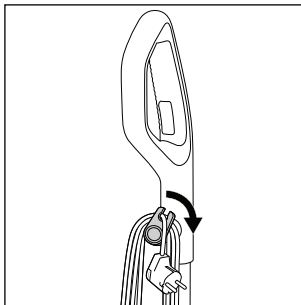

Fig. 16
- ♦ Desenrolle el cable de red **17** completamente del enganche superior e inferior del enrollables **16/20**. Para desenrollar el cable de red **17** rápidamente del enrollables **16/20**, tire del enganche superior del enrollables **16** ligeramente hacia fuera y gírelo hacia abajo (consulte la fig. 16).